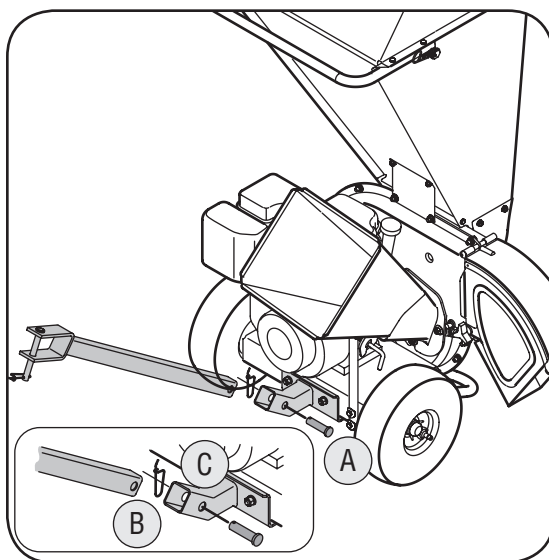

Figura 3-3
- a. Quite el alfiler de primavera y el alfiler de clevis a partir del final de la lengua. Vea la Figura 3-3.
- c. Inserte de nuevo el alfiler de clevis por la alineación de agujeros tanto en la lengua como en la base. Sujete con el alfiler de primavera para asegurar. Vea la Figura 3-3.